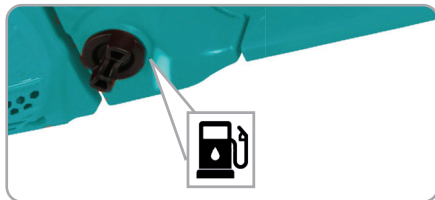

Fig.6
- Desurubati busonul de alimentare cu carburant si umpleti rezervorul cu carburant (fig.6).